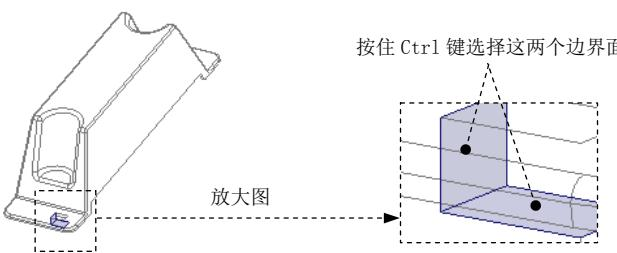
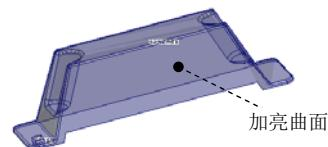

图 12.9 定义边界面
图 12.10 加亮的曲面
- (4) 依次选取所有的边界面后，松开 Shift 键，然后按住 Ctrl 键选取图 12.9 所示的两个曲面，松开 Ctrl 键，完成“边界面”的选取。操作完成后，整个模型上表面均被加亮，如图 12.10 所示。